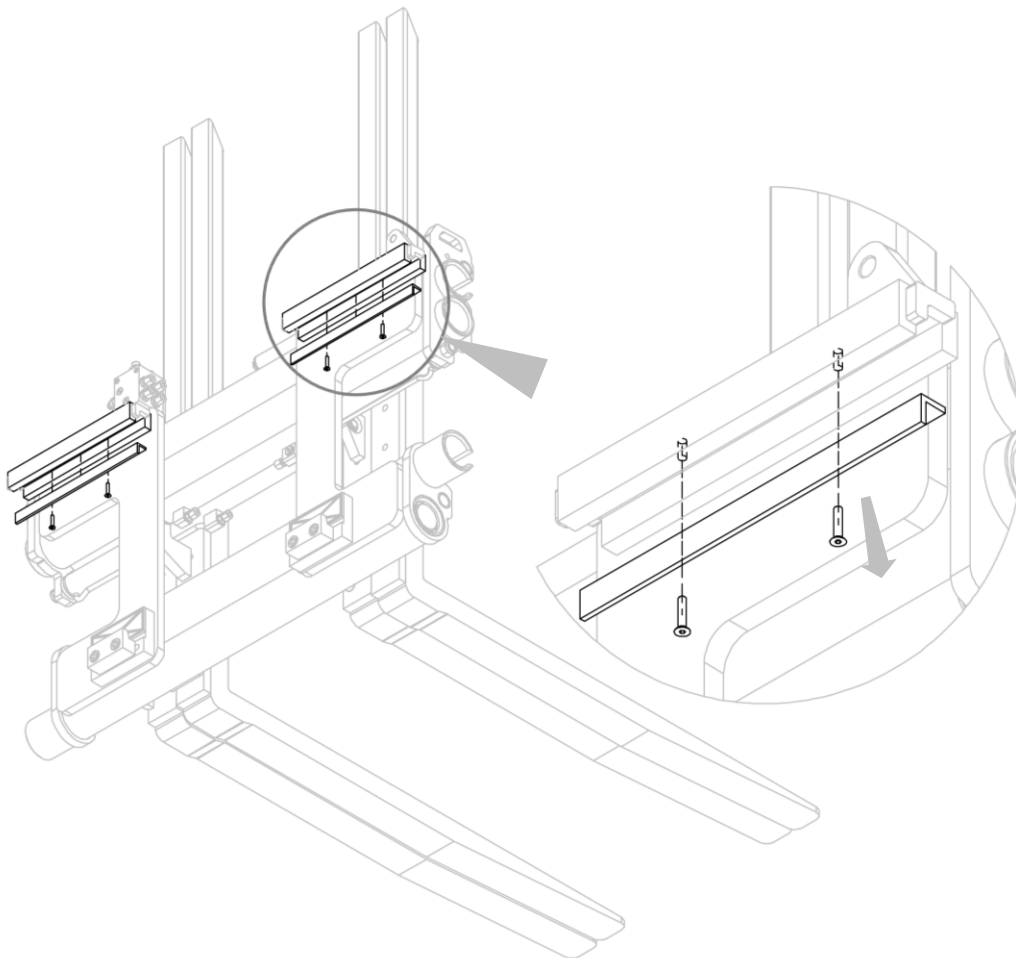

Figura 25
4. Rimuovere le boccole dopo aver rimosso le relative viti che le bloccano (vedi *Figura 25*).